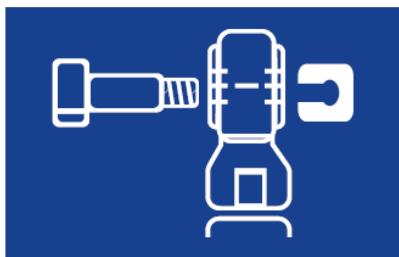

Fig. 4
1. Remova o parafuso de fixação (Fig. 4).